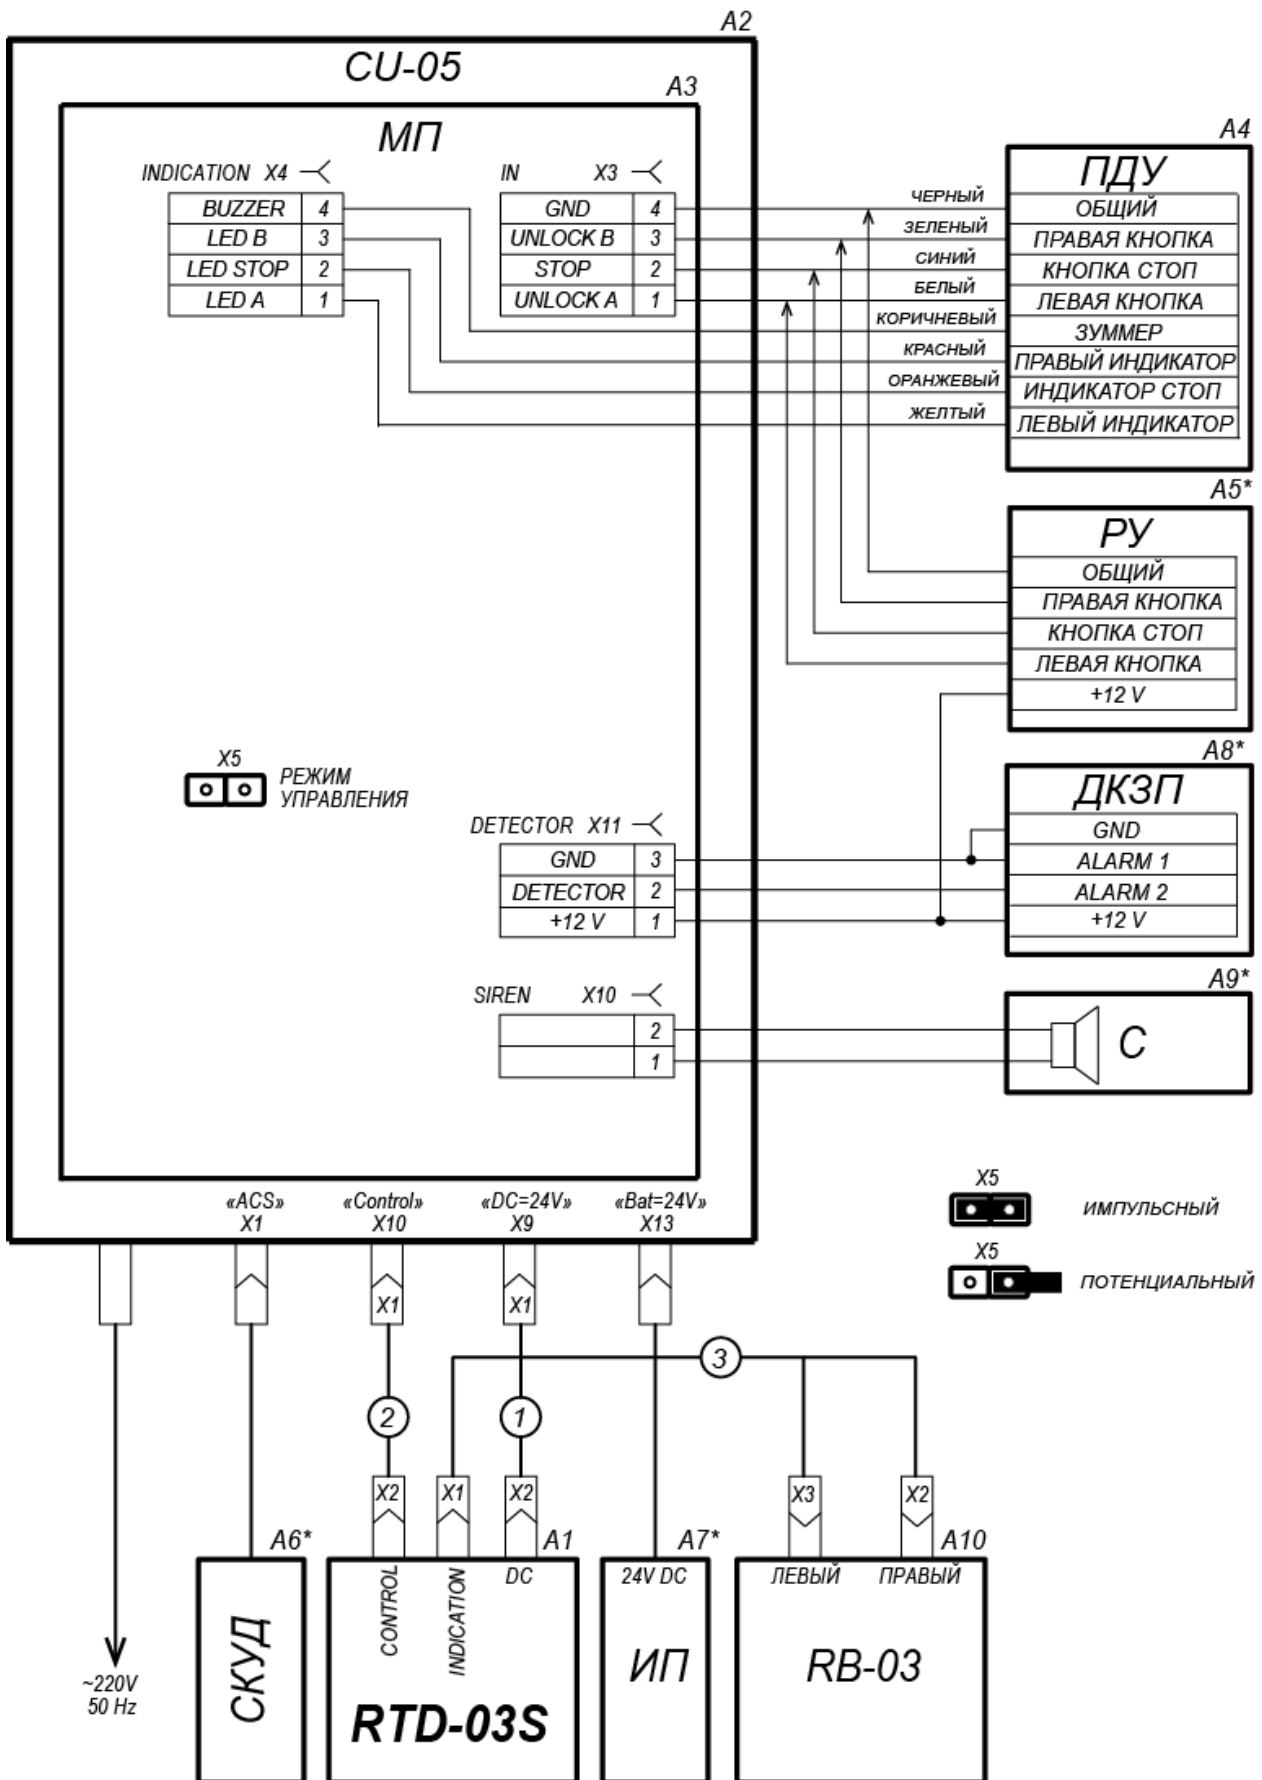

Рисунок 11. Схема электрическая соединений (обозначения элементов схемы см. в табл. 1)
3. Подготовьте в полу кабельные каналы для прокладки кабеля управления (10) и кабеля питания (11) и отверстия под анкера М10 для крепления стойки турникета. Установите гильзы анкеров в выполненные отверстия так, чтобы они не выступали над поверхностью пола.
4. Извлеките из транспортировочного ящика и по кабельным каналам проложите от места установки БУ (8) кабели управления (10) и питания (11) к месту установки стойки турникета.
5. Извлеките из транспортировочного ящика стойку турникета и положите ее на заранее подготовленную устойчивую подставку. Подключите кабели управления (10) и питания (11) к соответствующим разъемам, расположенным на блоке кабельных разъемов (16) внутри стойки с фланцем (2) в соответствии со схемой электрических соединений (см. рис. 11). Для этого необходимо извлечь блок кабельных разъемов (16), из стойки с